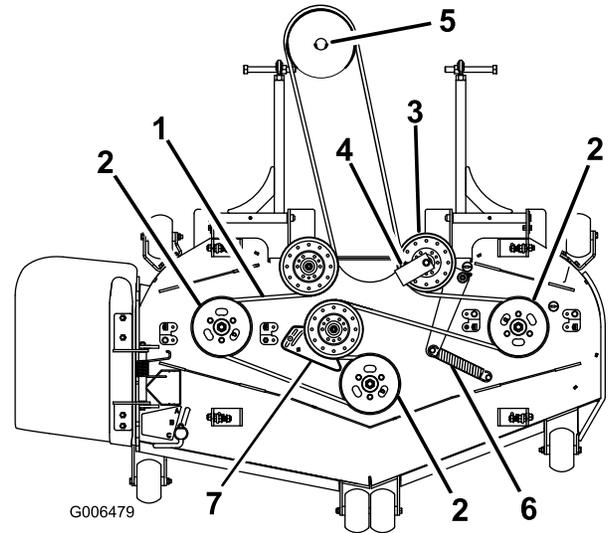
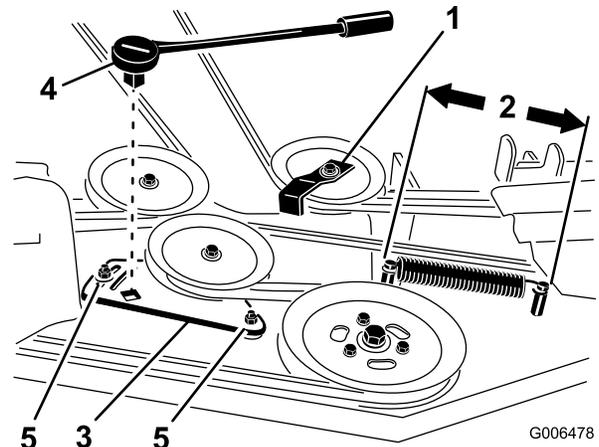

Figura 64
Figura 66
4. Para cortacéspedes de 72 pulgadas, afloje los pernos que sujetan la chapa de la polea tensora (Figura 66).
6. Retire la guía de la correa de la polea tensora tensada con muelle según se muestra en Figura 64 y Figura 66.
8. Pase la correa nueva alrededor de las poleas del cortacésped y de la polea de la caja de engranajes, debajo del motor (Figura 64).
9. Instale la guía de la correa en la polea tensora tensada con muelle con un ángulo de 45 grados, como muestra Figura 64 y Figura 66. Apriete el perno a 37–45 Nm (27–33 pies-libra).
10. Instale el muelle tensor en los dos postes (Figura 64 y Figura 66).
- Gire la llave de carraca para desplazar la chapa de la polea tensora hasta obtener una distancia de 25,4 a 26,0 cm (10 a 10-1/4 pulgadas) entre los postes, según se muestra en Figura 66.
- Manteniendo la tensión de la correa y la longitud del muelle, apriete los pernos que fijan la chapa de la polea tensora (Figura 66).
- Mida la longitud del muelle (Figura 66). Si la longitud del muelle es de una distancia de 25,4 a 26,0 cm (10 a 10-1/4 pulgadas) entre los postes, no se necesita ningún ajuste.
- Afloje los pernos que sujetan la chapa de la polea tensora (Figura 66).
- Introduzca una llave de carraca en el taladro cuadrado de la chapa de la polea tensora del cortacésped para ajustar la tensión (Figura 66).